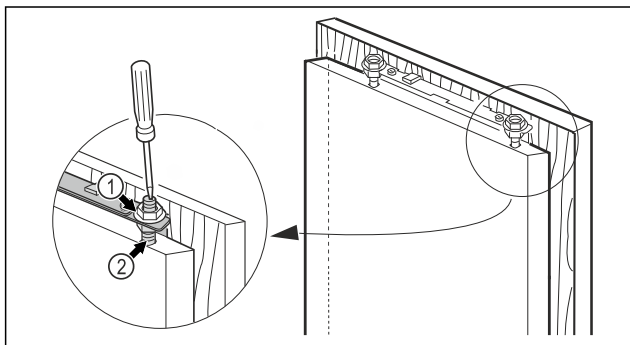

Fig. 23
- Dokręcić nakrętki zabezpieczające Fig. 23 (1) za pomocą klucza sześciokątnego 13, przytrzymując przy tym śrubokrętem sworzeń regulacyjny Fig. 23 (2).